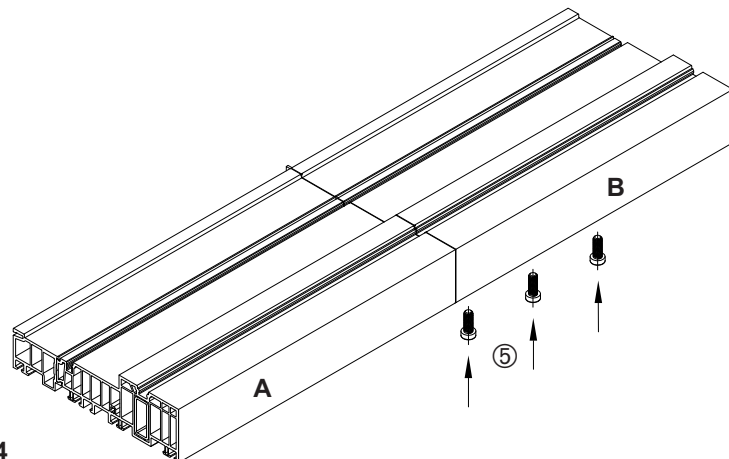

Abb. 3
3.2 Durch Drehen der beiden Excenter um 90°, wird die Schwelle "Teil B" gegen die Schwelle "Teil A" gezogen und das Dichtpad bis auf ca. 0,5 mm verpresst (Abb. 3).